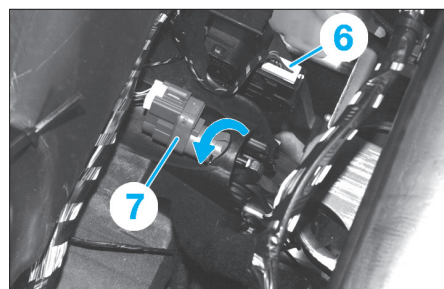

Fig. 6
- Déposer le connecteur de la pédale d'accélérateur (6) (Fig.6).
- Tourner le contacteur de la pédale de frein (7) d'un quart de tour vers la pédale d'embrayage et le sortir.